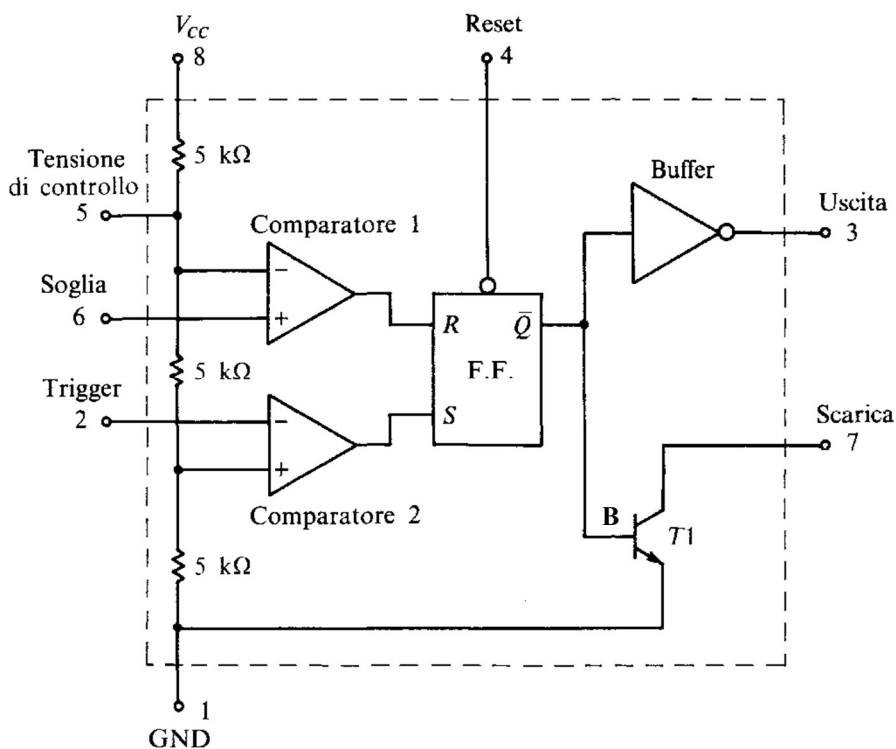

Fig. 3.4 – Schema funzionale del 555
Lo schema funzionale è illustrato in Fig. 3.4. L'alimentazione è normalmente compresa fra 5V e 15V e va applicata al terminale 8 (V_{CC}); il terminale 1 è quello di massa (GND). Il 555 è provvisto di due ingressi: *trigger* (2) e *soglia* (*threshold*, 6). L'uscita è costituita dal terminale 3 e risulta TTL compatibile quando l'alimentazione è 5 V. Il terminale 7 (*scarica* o *discharge*) fa capo internamente ad un transistor ($T1$), chiamato BJT, che verrà studiato nel Cap. 8. Il BJT funziona come un interruttore pilotato dal segnale che arriva al terminale B: se quest'ultimo è a livello alto il transistor si comporta da interruttore chiuso e collega il terminale 7 a massa ($T1$ ON); viceversa, se B è a livello basso il transistor si comporta da interruttore aperto lasciando il terminale 7 fluttuante ($T1$ OFF). Sono presenti anche due comparatori (analogici) il cui funzionamento è il seguente: se al terminale indicato con “+” è applicata una tensione (analogica) maggiore di quella applicata al terminale “-”, l'uscita è una tensione (digitale) a livello alto (pari al valore della tensione di alimentazione); in caso contrario, l'uscita si porta a livello basso. I comparatori analogici saranno trattati più in dettaglio nel Cap. 4. La funzione dei terminali di *reset* (4) e *tensione di controllo* (5) verrà spiegata più avanti.
La struttura a blocchi del timer, illustrata in Fig. 3.4, è la seguente: un partitore molto preciso costituito da tre resistenze da $5\text{ k}\Omega$ fornisce ai due comparatori le tensioni di riferimento, rispettivamente $2/3 V_{CC}$ e $1/3 V_{CC}$. Quando v_2 all'ingresso di *trigger* scende sotto $1/3 V_{CC}$, il comparatore 2 fornisce un'uscita alta che attiva l'ingresso di *set* del flip-flop *SR*. Pertanto l'uscita \bar{Q} del flip-flop si porta a livello basso, interdicendo *T1* e portando il buffer invertente ad avere l'uscita alta.